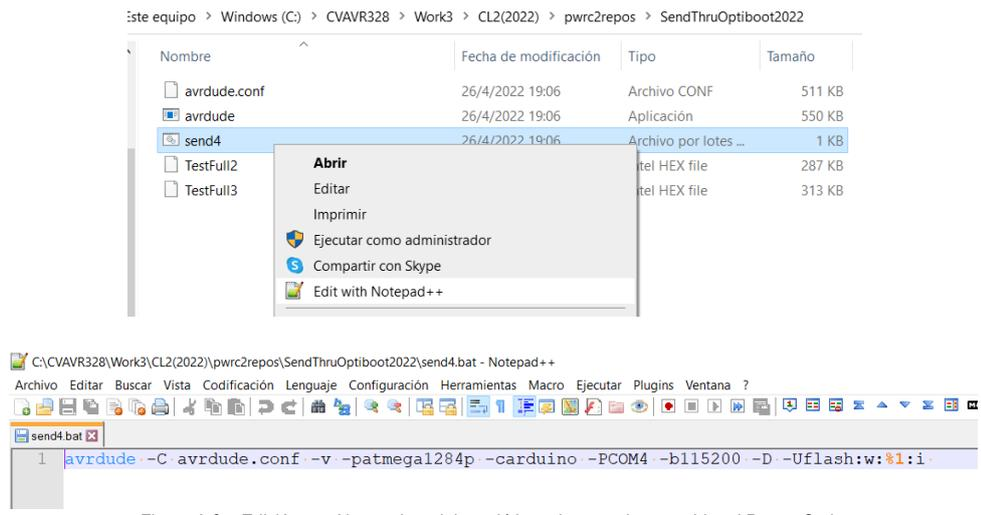

Figura A.3 – Edición con Notepad ++ del send4.bat, si se requiere cambiar el Puerto Serie.
5. El contenido del send4.bat puede modificarse con un editor de texto, ya que es un archivo por lotes. Por ejemplo utilizando Notepad++ , como se indica en la Figura A.3. Lo único que se debe modificar en caso de ser necesario es el puerto COM, en este caso –PCOM4. Si se verifica (por ejemplo con TeraTerm) que el adaptador USB está conectado en el puerto COM10, cambiar ese parámetro a –PCOM10, y guardar el archivo (con el nombre por ejemplo send10.bat). Luego cierre TeraTerm si utilizó esa herramienta.
6. Una vez modificado si fuera necesario, volver al explorador como en la Figura A.3 superior, posicionares con el mouse en el prompt del directorio SendThruOptiboot2022 y hacer click izquierdo sobre él. Debería “pintarse” de azul. Allí teclear “cmd” como se muestra, lo cual abre una ventana consola sobre ese directorio: